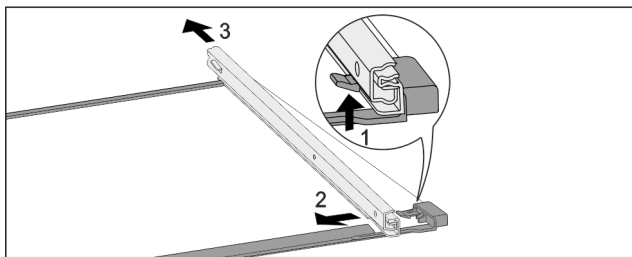

Fig. 77 Glassplate med skinner
- Trykk den fremre festespaken oppover. Fig. 77 (1)
- Skyv uttrekksskinnen til side Fig. 77 (2) og skyv bakover Fig. 77 (3) og bort.